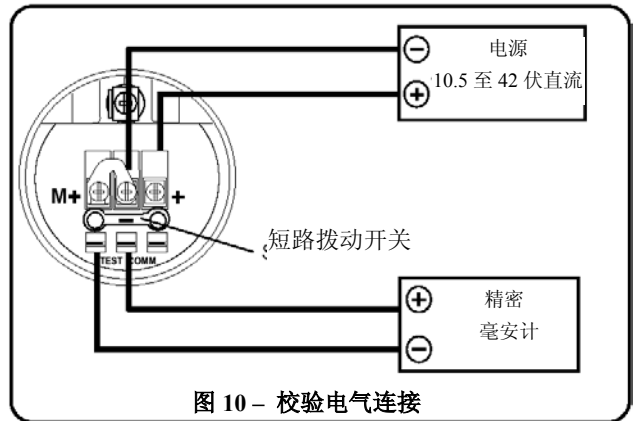

图 10 - 校验电气连接
- v) 如图 10 所示进行电气连接。按图连接精密毫安计，并除去**短路拨动开关**。